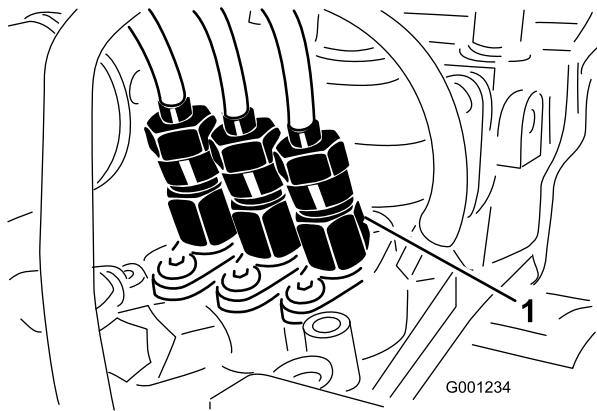

Bild 52
1. Lockern Sie den Leitungsanschluss an der Einspritzdüse Nr. 1 und dem Halter an der Einspritzpumpe (Bild 52).